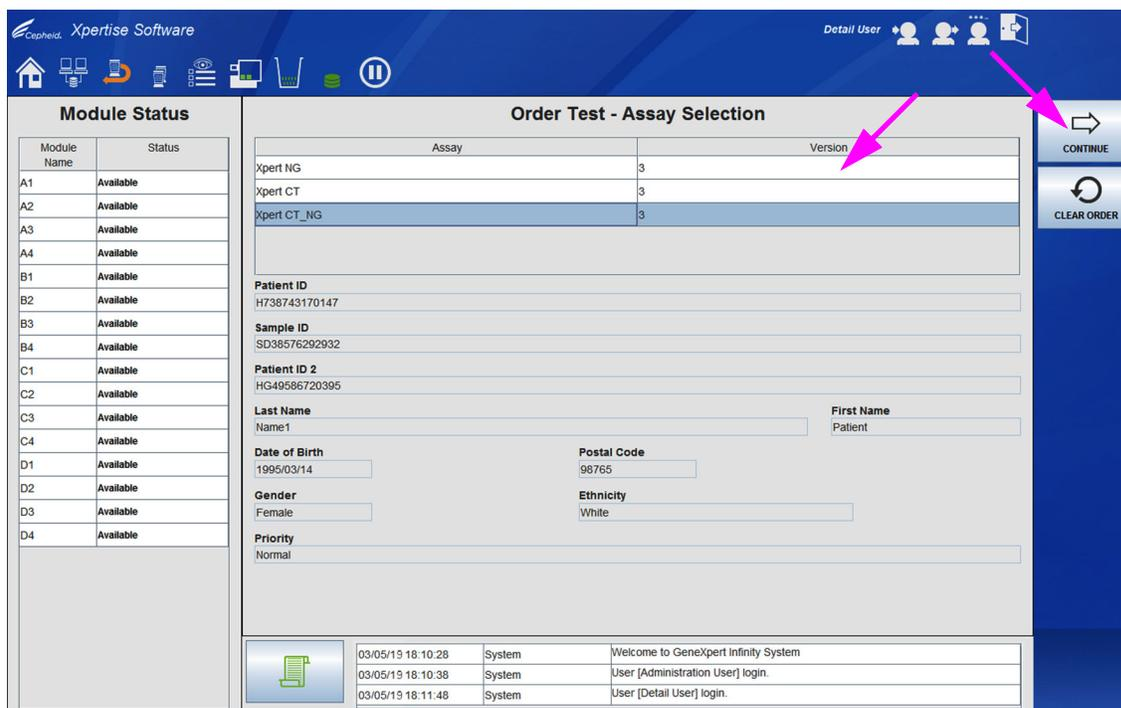
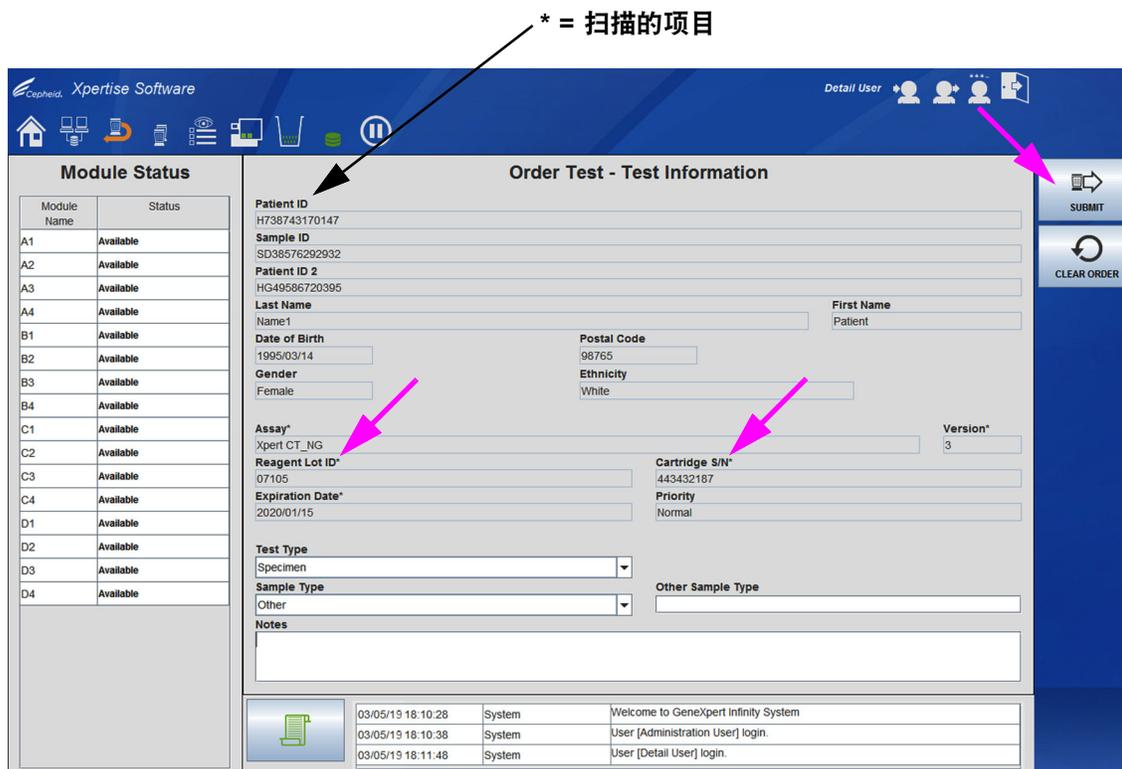
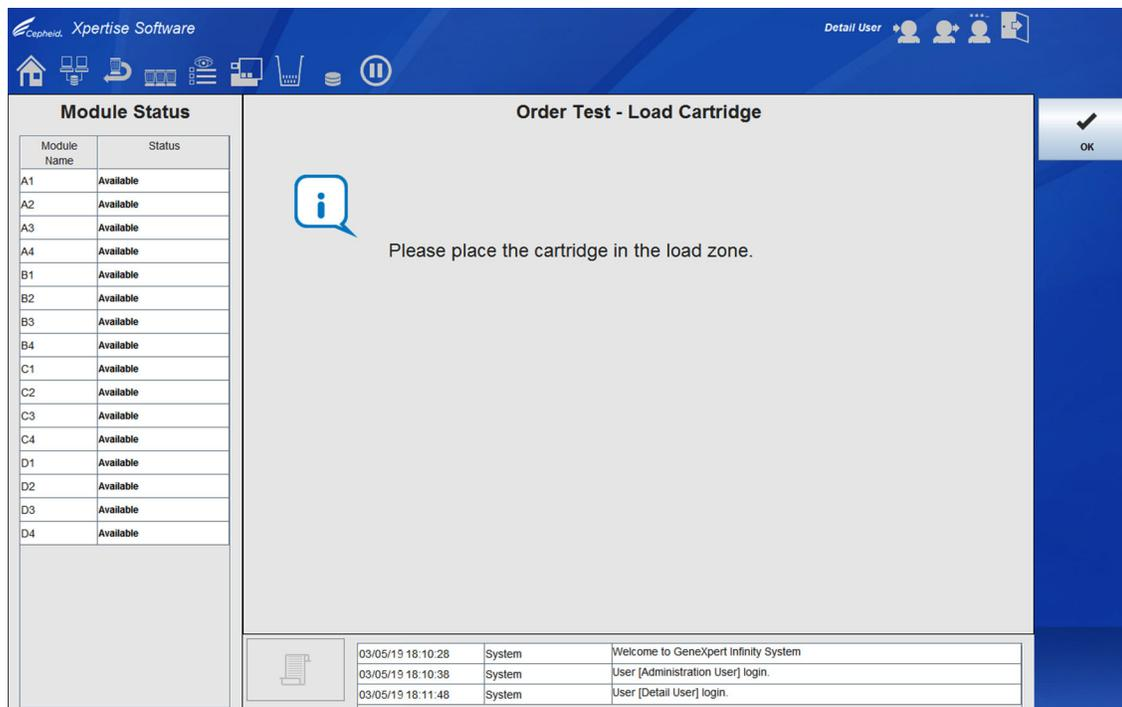
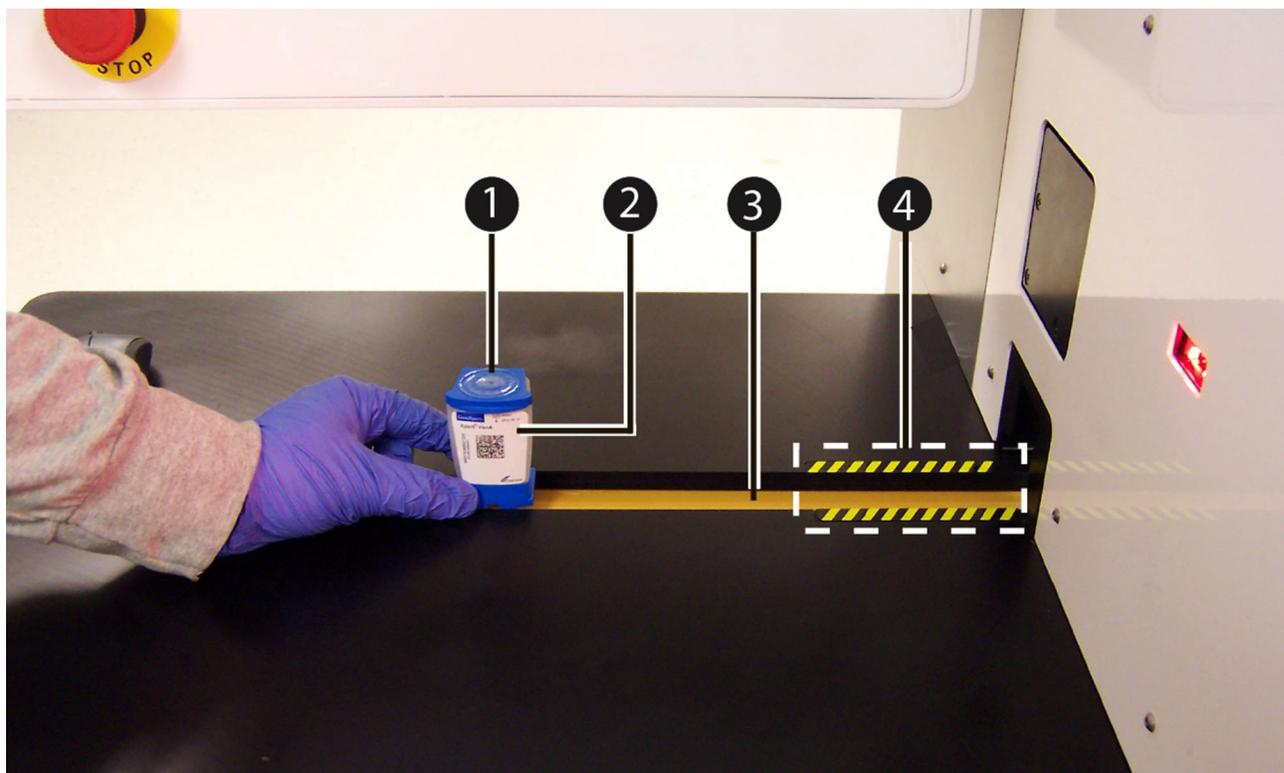

图 5-34. 指令测试 - 检测法选择 (Order Test - Assay Selection) 工作区
图 5-35. 优先级 (Priority) 设为正常 (Normal) 的指令测试 - 测试信息 (Order Test - Test Information) 工作区
图 5-36. 指令测试 - 装入检测盒 (Order Test - Load Cartridge) 工作区
图 5-38. 将检测盒放在传送带上
5. 如图 5-33所示，使用自助服务终端条形码扫描器 (2) 扫描检测盒条形码 (1)。对于多项测试的检测法，显示指令测试 - 检测法选择 (Order Test - Assay Selection) 工作区（请参见图 5-34）。对于单项测试的检测法，显示指令测试 - 测试信息 (Order Test - Test Information) 工作区。请参见图 5-35。
6. 仅对于多项测试的检测法（请参见图 5-34），选择要对测试采用的检测法，然后选择**继续 (CONTINUE)** 按钮。显示指令测试 - 测试信息 (Order Test - Test Information) 工作区。请参见图 5-35。
7. 查看指令测试 - 测试信息 (Order Test - Test Information) 工作区中的信息 (请参见图 5-35)。项目旁边带星号 (\*) 的条目是扫描得到的, 不是手动输入的。在备注字段中输入可选填的信息, 如果运行外质控, 则更改**测试类型 (Test Type)**, 然后选择**提交 (SUBMIT)** 按钮, 或者如果不想指令测试, 则选择**清除指令 (CLEAR ORDER)** 按钮。显示指令测试 - 装入检测盒 (Order Test - Load Cartridge) 工作区。请参见图 5-36。
10. 按照指令测试 - 装入检测盒 (Order Test - Load Cartridge) 工作区中的指示 (请参见图 5-36) 和图 5-38所示, 将检测盒 (1) 装入 (或放在) 黄黑相间线 (4) 外侧的传送带 (3) 装入区。确保将检测盒的标签 (2) 朝向自己放在传送带上。传送带将检测盒送入系统内。平移式机械臂扫描检测盒并将其放入可用的 GeneXpert 模块, 如果当前没有模块可用, 则放在一个储放架上。